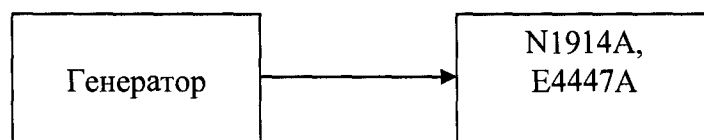

Рисунок 2
8.3.1 Определение абсолютной погрешности установки уровня выходного сигнала проводить путем сличения установленного значения уровня выходного сигнала с показаниями ваттметра N1914Ac преобразователем мощности в соответствии с частотным диапазоном, и анализатора спектра E4447A (рисунок 2).